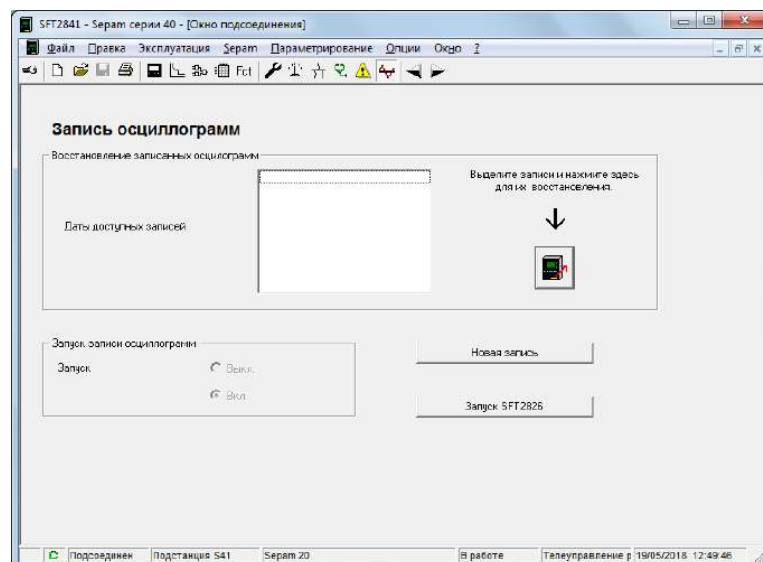

Рисунок 1.18 – Окно «Запись осциллограмм»
24. Панель «Запись осциллограмм»  (рис. 1.18) позволяет механически запускать цифровой осциллограф, а также выгружать из памяти устройства записи о последних ненормальных и аварийных режимах работы.